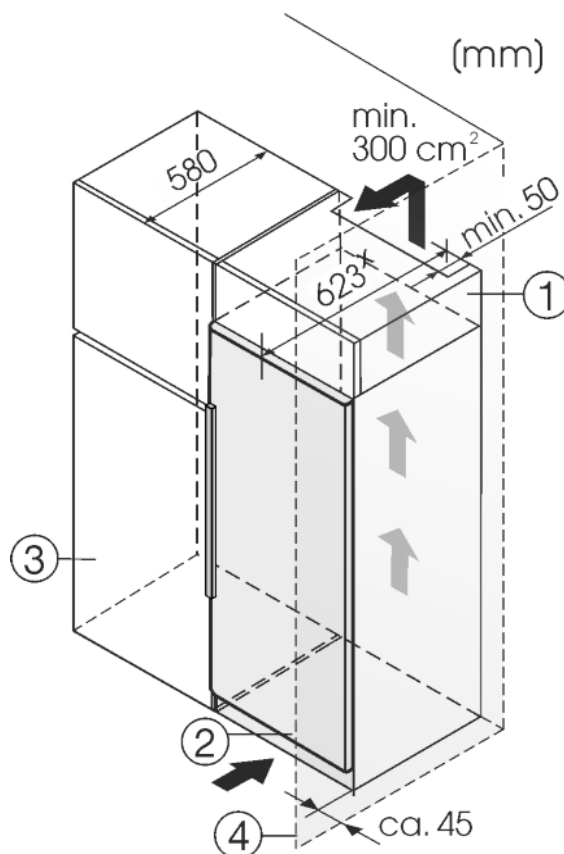

Fig. 9
L'appareil peut être réagencé avec des buffets de cuisine. Pour adapter l'appareil Fig. 9 (2) à la hauteur du coin cuisine, une rehausse Fig. 9 (1) peut être posée sur l'appareil.
Si l'appareil est installé avec les charnières à côté d'un mur Fig. 9 (4), la distance entre l'appareil et le mur doit être de 40 mm min. Ceci correspond à la saillie de la poignée lorsque la porte est ouverte.